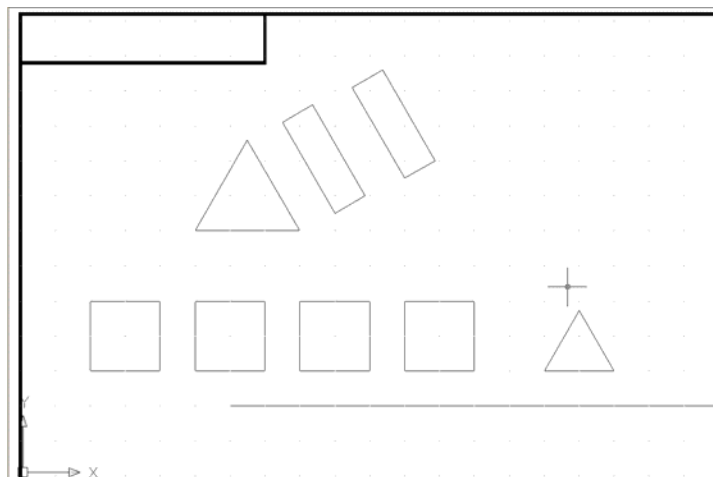

Рис. 1.10. Результат выполненных построений
- В результате выполненных построений вы получите чертеж, приведенный на рис. 1.10.